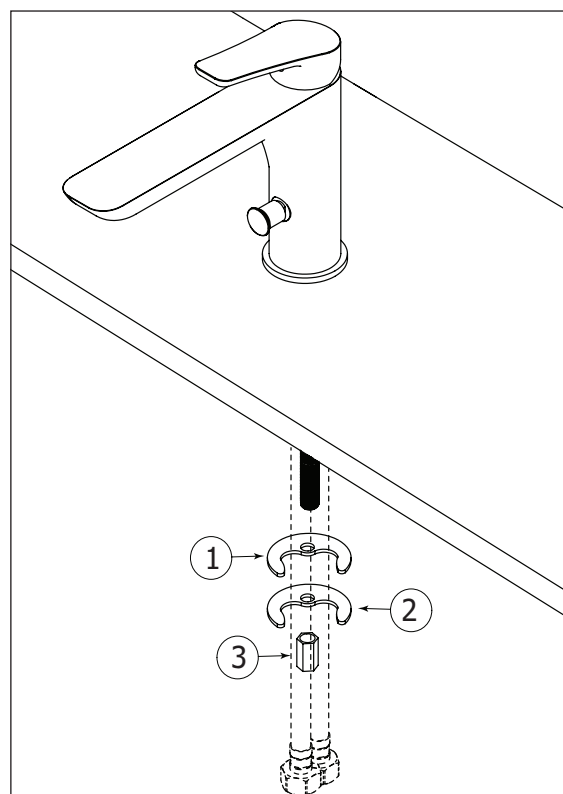

Fig.2
Place the rubber washer (2), metal washer (1) on the rod and secure the faucet body with metal nuts (3). (fig. 2)
Placer la rondelle en caoutchouc (2), la rondelle métallique (1), sur la tige et fixer le corps du robinet avec l'écrou métallique (3). (figure 2)